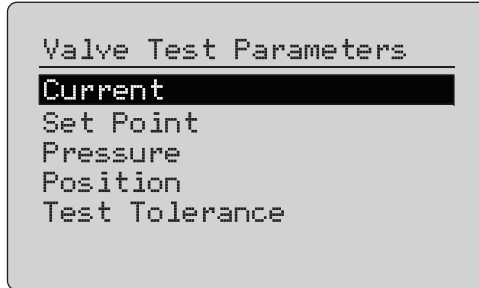

Abbildung 57. Ventiltests
1. Im Menü Calibrator Setup (Kalibratorsetup) (siehe Abbildung 9) **Valve Test Parameters** (Ventiltestparameter) wählen, um die Variablenzuordnung zu prüfen. Siehe Abbildung 57.